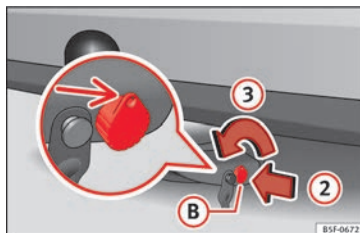

Fig. 234 Sbloccare la serratura
- Inserire la chiave (B) nella serratura nel senso della freccia (2) » fig. 234.
- Girare la chiave nel senso della freccia (3) di modo che la parte bucata della chiave sia rivolta verso l'alto.